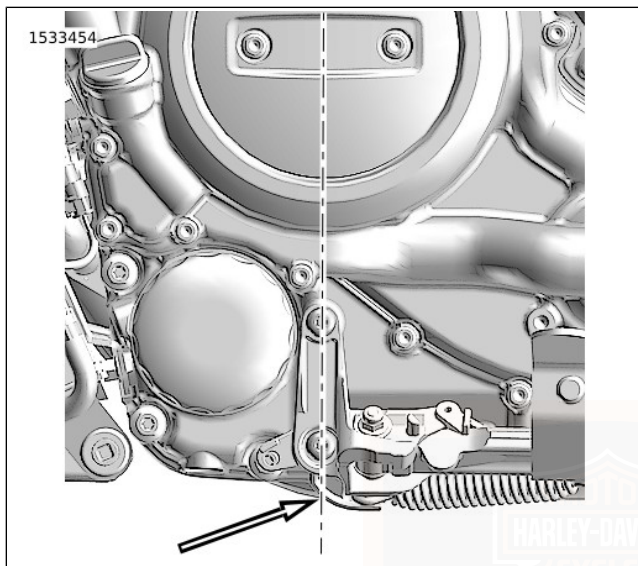

Abbildung 55. Mittellinie der Kurbelwelle
- Siehe Abbildung 55. Beim Anheben des Motorrads von unten heben Sie es immer direkt unter der Mittellinie der Kurbelwelle an. Legen Sie Holz zwischen Motorrad und Hebevorrichtung.